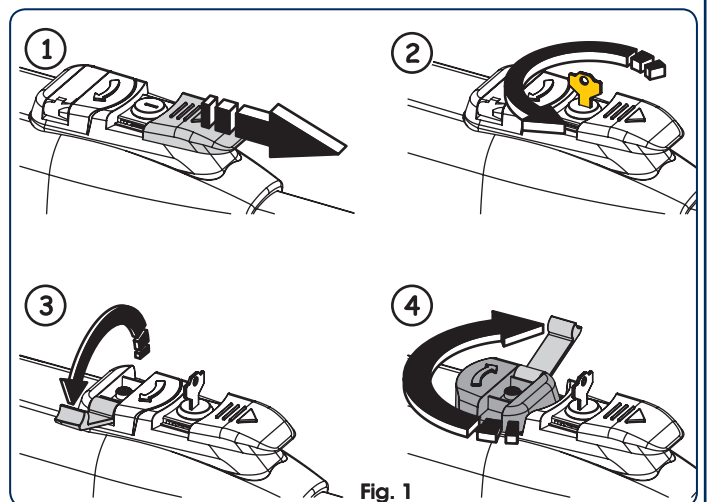

Fig. 1
2. Schuif het beschermdeksel weg, fig. 1 - ①.
3. Steek de sleutel erin en draai hem 90°, fig. 1 - ②.
4. Til de bedieningshendel op, fig. 1 - ③.
5. Om de aandrijving te ontgrendelen draait u de bedieningshendel 180° in de richting van de pijl op het ontgrendelingsysteem, fig. 1 - ④.